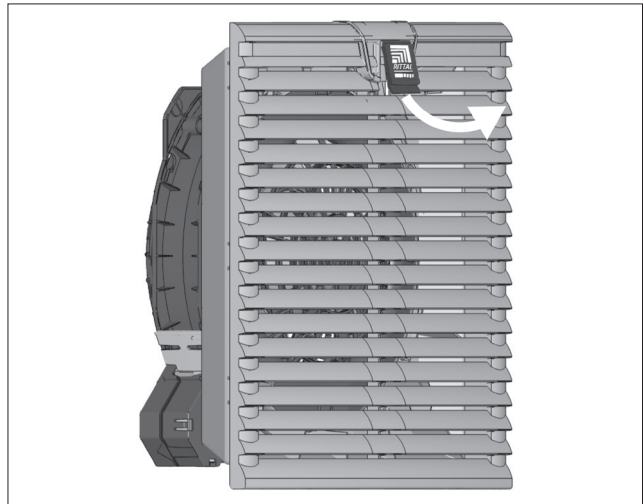

図6: プラスチックルーバーのロック解除
- まずはプラスチックルーバーの機能ロゴ(ロゴ付きノブ)を指で上方に少し引っ張ってください(図6を参照)。